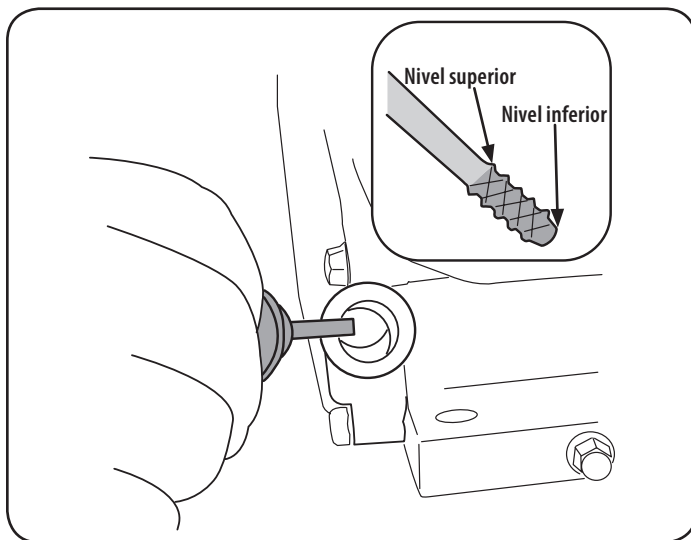
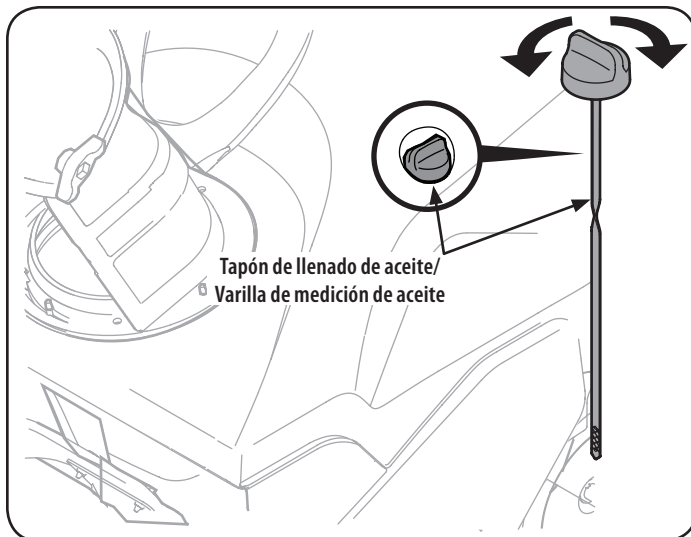

Figura 7
Figura 8
2. Retire el tapón de llenado/varilla de medición de aceite y limpie bien la varilla. Vea la Figura 7 para el modelo 247.116830. Vea la Figura 8 para el modelo 247.887802.